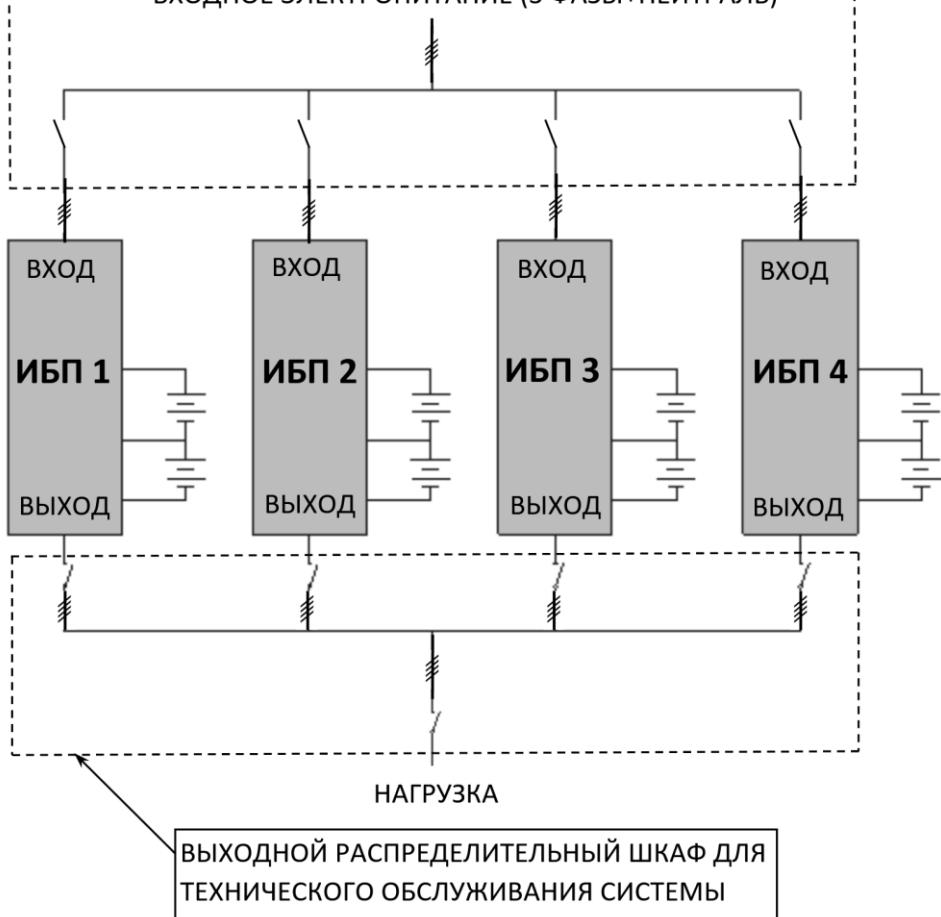

Рисунок 24 — Пример схемы подключения четырех изделий в систему параллельного резервирования с выходным распределительным шкафом.
Изделие имеет встроенный параллельный контроллер и может работать в системе бесперебойного питания с параллельным резервированием (см. рисунок 24 и рисунок 25). Целью такой системы является либо повышение надежности (резервирование), либо увеличение общей выходной мощности (масштабирование). При исправности всех соединенных параллельно изделий (от двух до четырех) нагрузка равномерно распределяется между ними, а в случае выхода из строя одного из изделий — перераспределяется между исправными изделиями, неисправное изделие отключается от системы.
ВНИМАНИЕ! Установите дополнительные внешние выходные выключатели (см. рисунок 24) между выходными клеммами каждого изделия и общими шинами, тщательно соблюдая фазировку.
- отключите входное сетевое питание каждого изделия, убедитесь в том, что все внешние выключатели разомкнуты (см. рисунок 24);